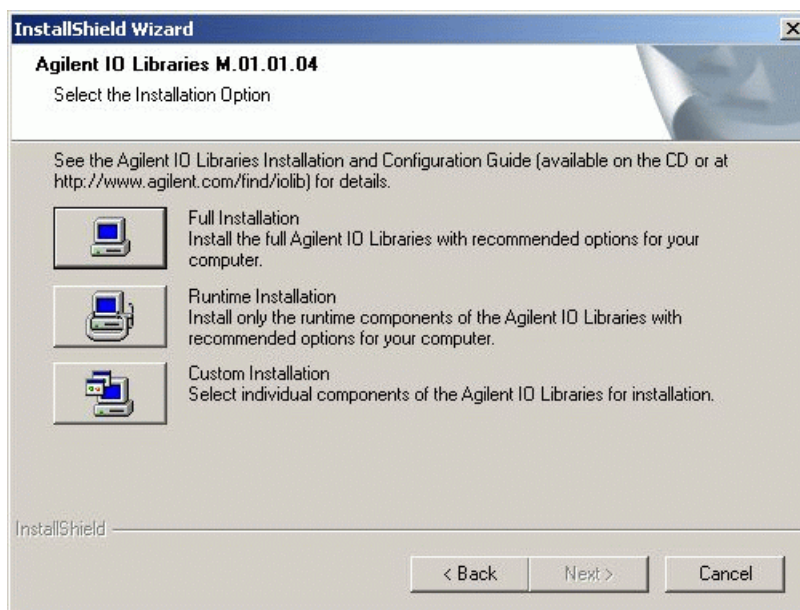

Figura 16 Seleccione la instalación completa de SICL y VISA
- 3 Seleccione **Instalación completa**, para instalar tanto las librerías SICL como los componentes VISA (consulte la Figura 16 en la página 51). Seleccione **Siguiente** y el sistema iniciará la instalación de los componentes SICL y VISA de las librerías I/O.